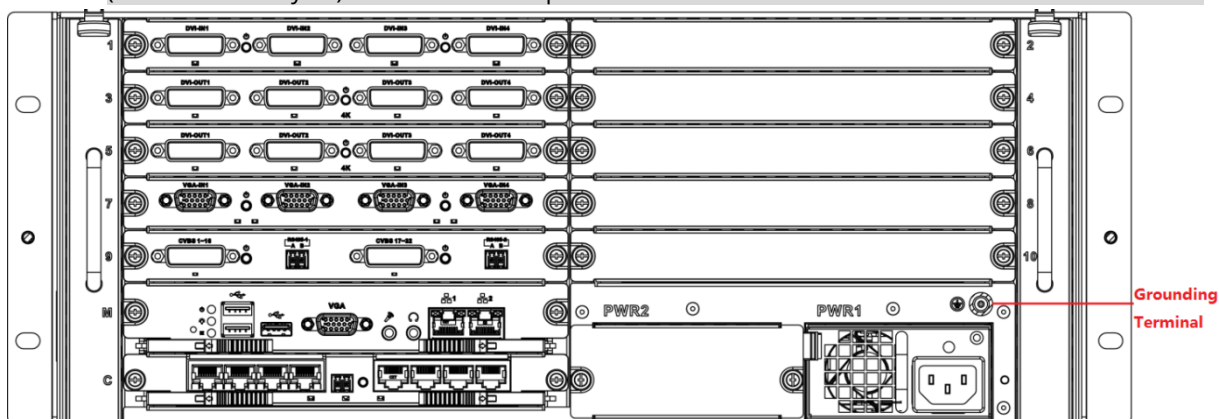

Figura 1-10
Paso 7 El terminal de tierra de Video Matrix Platform debe realizar una conexión a tierra confiable, como se muestra en la Figura 1-10.